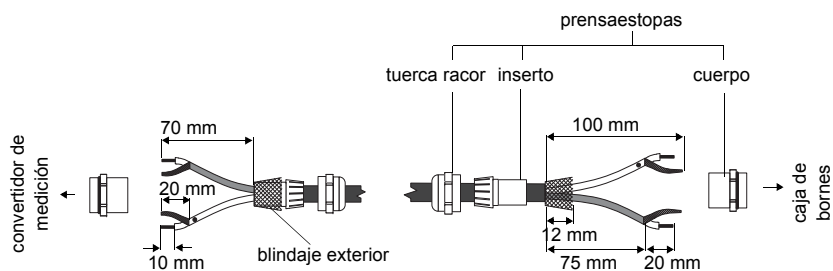

Fig. 6.3: Confección del cable de prolongación
- Abrir el prensaestopas. El inserto se quedará en la tuerca racor (véase Fig. 6.3).
- Fijar el prensaestopas enroscando la tuerca racor en el cuerpo (véase Fig. 6.3).
- Hacer pasar el cable de prolongación a través de la tuerca racor, el inserto y el cuerpo del prensaestopas (véase Fig. 6.3).